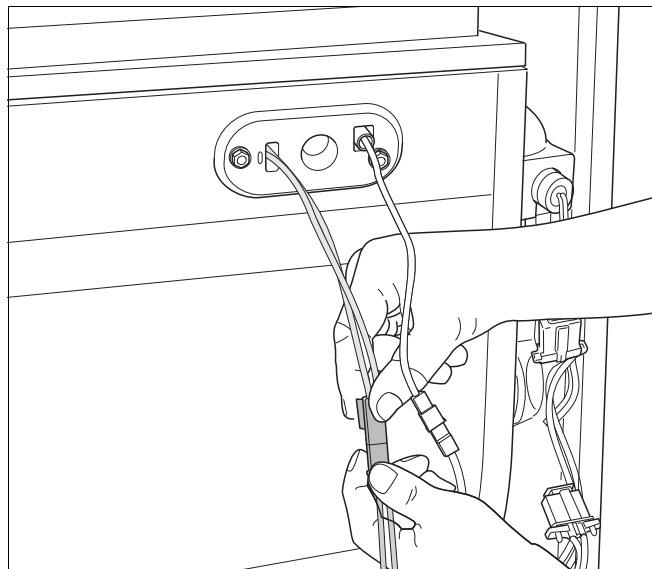
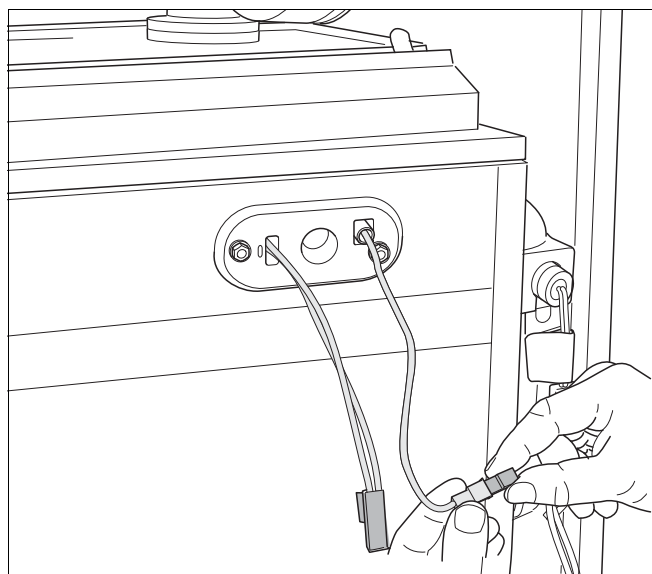

Fig. 107 Scoateți ștecherul electrod de aprindere
Fig. 108 Scoateți ștecherul electrod de ionizare
- Desfaceți ștecherul electrod de aprindere (Fig. 107) și electrod de ionizare (Fig. 108).